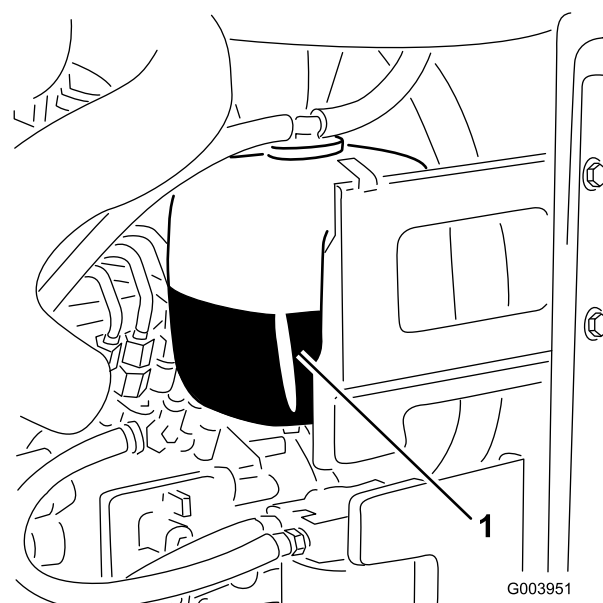

Figura 71
1. Verifique o nível de líquido de arrefecimento do depósito secundário (Figura 71).